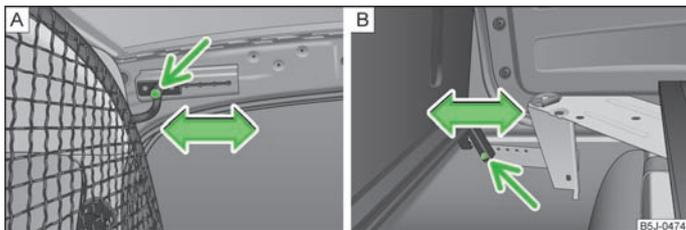

Fig. 157 Appui supérieur/inférieur du panneau de séparation de sécurité
- Retirez une vis » fig. 157 - [A] de chaque côté dans la partie supérieure de la carrosserie et une vis » fig. 157 - [B] dans la partie inférieure.